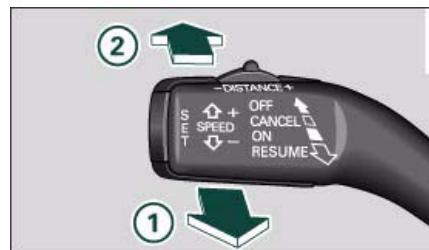

Fig. 113 Palanca de mando: Desactivar y volver a activar la regulación con función de memoria
- Desplace la palanca de mando en dirección a  ⇒ fig. 113.